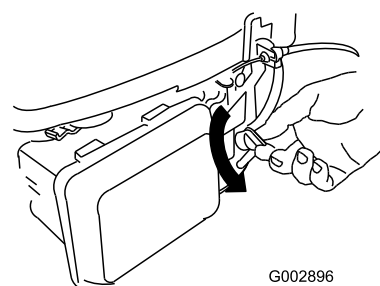

Figura 20
2. Gire la palanca de la válvula de combustible a la posición de Abierto (Figura 20).